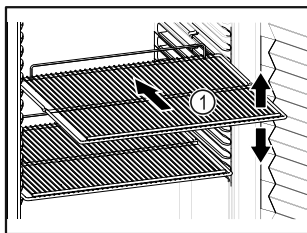

Fig. 58
- ☐ Indien de legroosters Fig. 58 (1) verplaatsbaar zijn, deze aan de hoogte aanpassen.